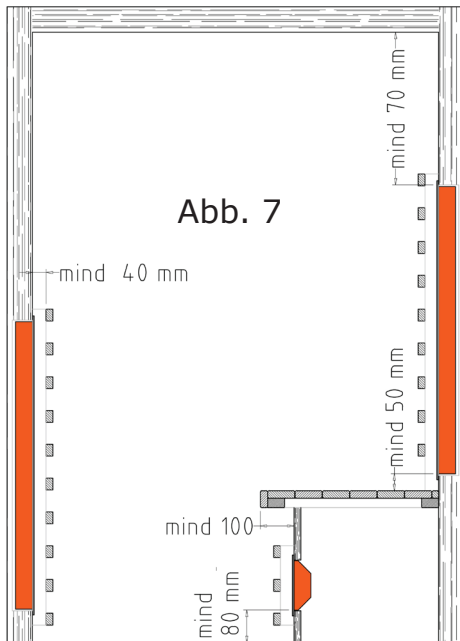

Abb. 7
- Von der Strahlerunterkante zur Sitzbank muss ein Abstand von mindestens 5 cm eingehalten werden (siehe Abb. 7).
- Der Abstand zur Sitzbank muss mindestens 10 cm sein (siehe Abb. 7).
- Der waagrechte Mindestabstand zwischen Strahler und allen brennbaren Teilen (z.B.: Holzschutzgitter oder Rückenlehne) muss mind. 4 cm betragen (siehe Abb. 7).
- Observe a distance of at least 5 cm between the lower edge of the radiator and the bench (see fig. 7).
- The distance to the bench must be at least 10 cm (see fig. 7).
- The horizontal distance between radiator and all inflammable parts (e.g. wooden protection grille or back rest) must be at least 4 cm (see fig. 7)